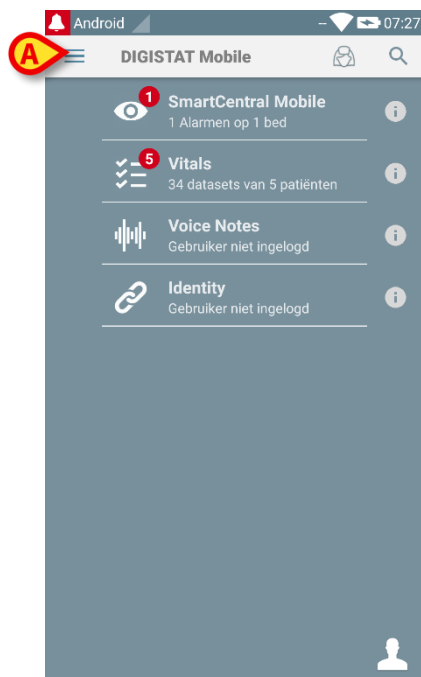

Fig 28
- Het hoofdscherm van Digistat® Mobile toepassing (Fig 28) activeren.
- Raak de  pictogram aan in de linkerbovenhoek van het scherm (Fig 28 **A**)